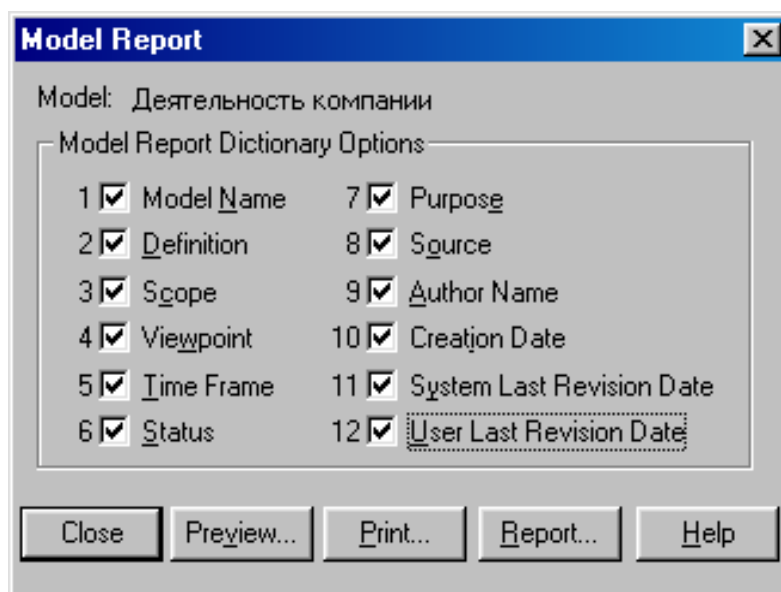
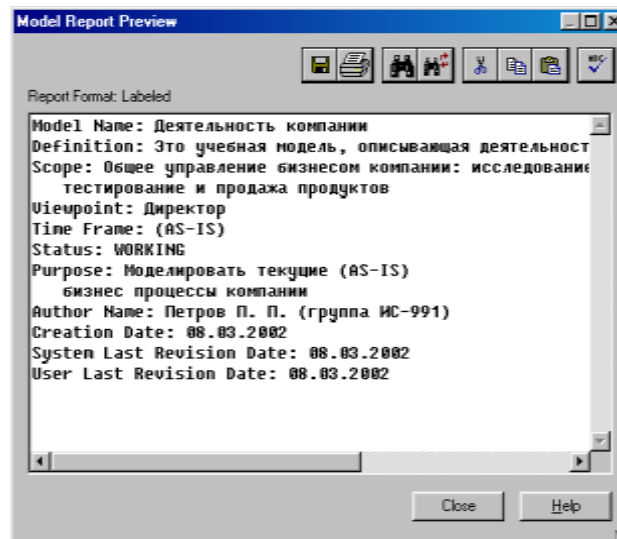

Рисунок 14 – Задание опций генерирования отчета **Model Report**
Рисунок 15 – Предварительный просмотр отчета **Model Report**
4.14 Создайте отчет по модели. В меню **Tools/Reports/Model Report** (рисунок 14) задайте опции генерирования отчета (установите галочки) и нажмите кнопку **Preview** (Предварительный просмотр) (рисунок 15).